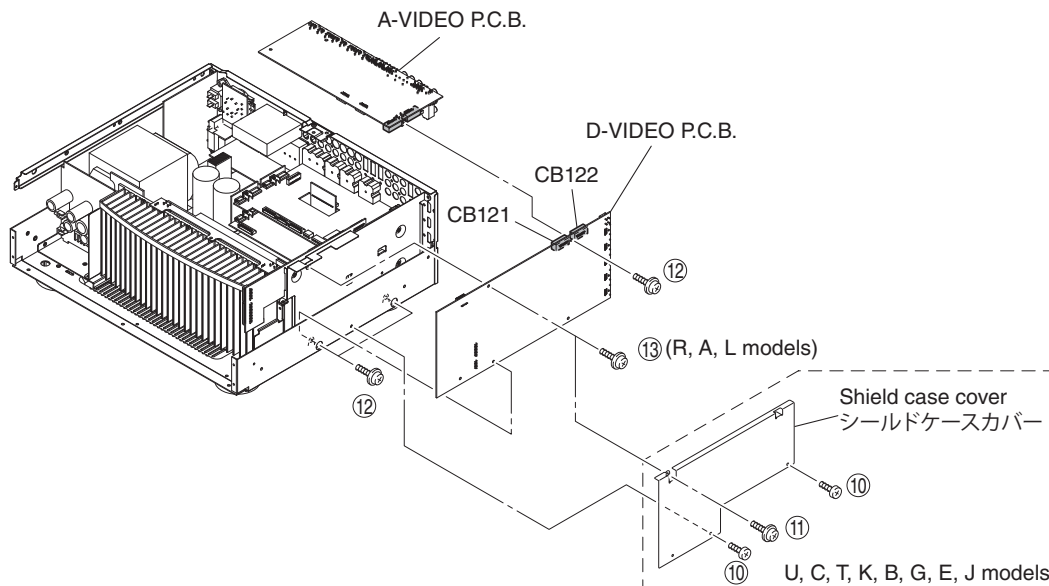

Fig. 4
- a. Remove 2 screws (⑩) and screw (⑪). (U, C, T, K, B, G, E models) (Fig. 4)
- b. Remove the shield case cover. (U, C, T, K, B, G, E models) (Fig. 4)
- c. Remove 3 screws (⑫). (Fig. 4)
- d. Remove screw (⑬). (R, A, L models) (Fig. 4)
- g. Remove CB121, CB122 and then remove the D-VIDEO P.C.B. which is connected directly to the A-VIDEO P.C.B. with board-to-board connectors. (Fig. 4)
- a. ⑩のネジ 2 本、⑪のネジ 1 本を外します。(Fig. 4)
- b. シールドケースカバーを取り外します。(Fig. 4)
- c. ⑫のネジ 3 本を外します。(Fig. 4)
- f. CB121、CB122 を外し、D-VIDEO P.C.B. を取り外します。ただし、D-VIDEO P.C.B. は、A-VIDEO P.C.B. に基板対基板コネクタで直接接続されています。(Fig. 4)
- c. Remove the A-VIDEO P.C.B.. (Fig. 4)
- c. A-VIDEO P.C.B. を取り外します。(Fig. 4)